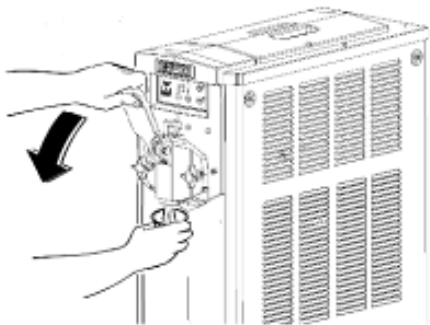

Fig. 5
- Vuotare il cilindro e ripetere la stessa procedura fino a quando dal rubinetto uscirà acqua pulita (Fig. 5).